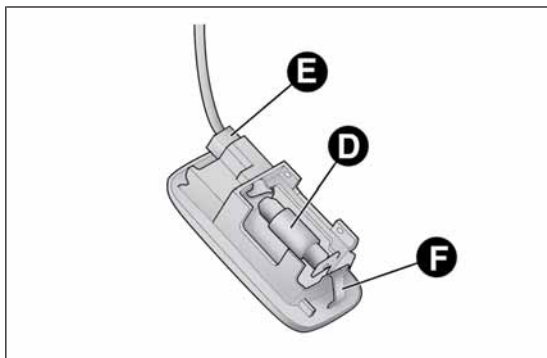

РИС. 148
- снимите защитную крышку В, отсоединив ее от выступов С, выньте лампу D РИС. 148, потянув ее наружу, чтобы отсоединить ее от боковых контактов;
- установите ламповый плафон сначала со стороны Е РИС. 148, затем нажмите с другой стороны, чтобы был слышен щелчок блокировки язычка F.